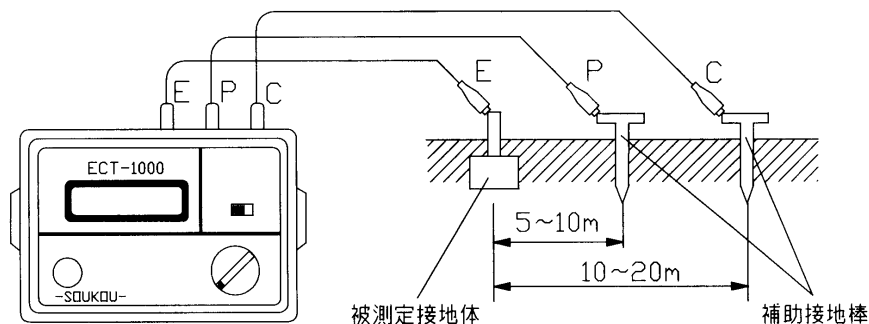

図4：接続方法
2. 本装置のE, P, C端子から測定コードを被測定接地体(E)、補助接地棒(P)、補助接地棒(C)の順に接続します。(図4参照)